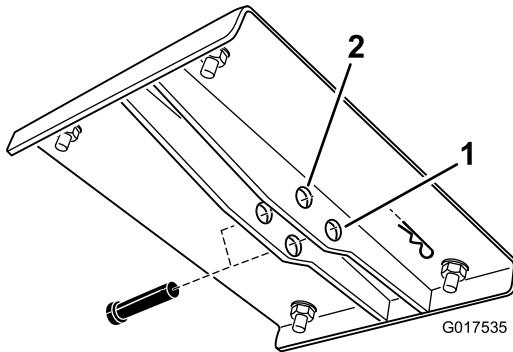

Figure 10
12. Repérez les deux séries de trous dans le support de relevage supérieur (Figure 10). Sélectionnez la série de trous dans le support pour les véhicules électriques.